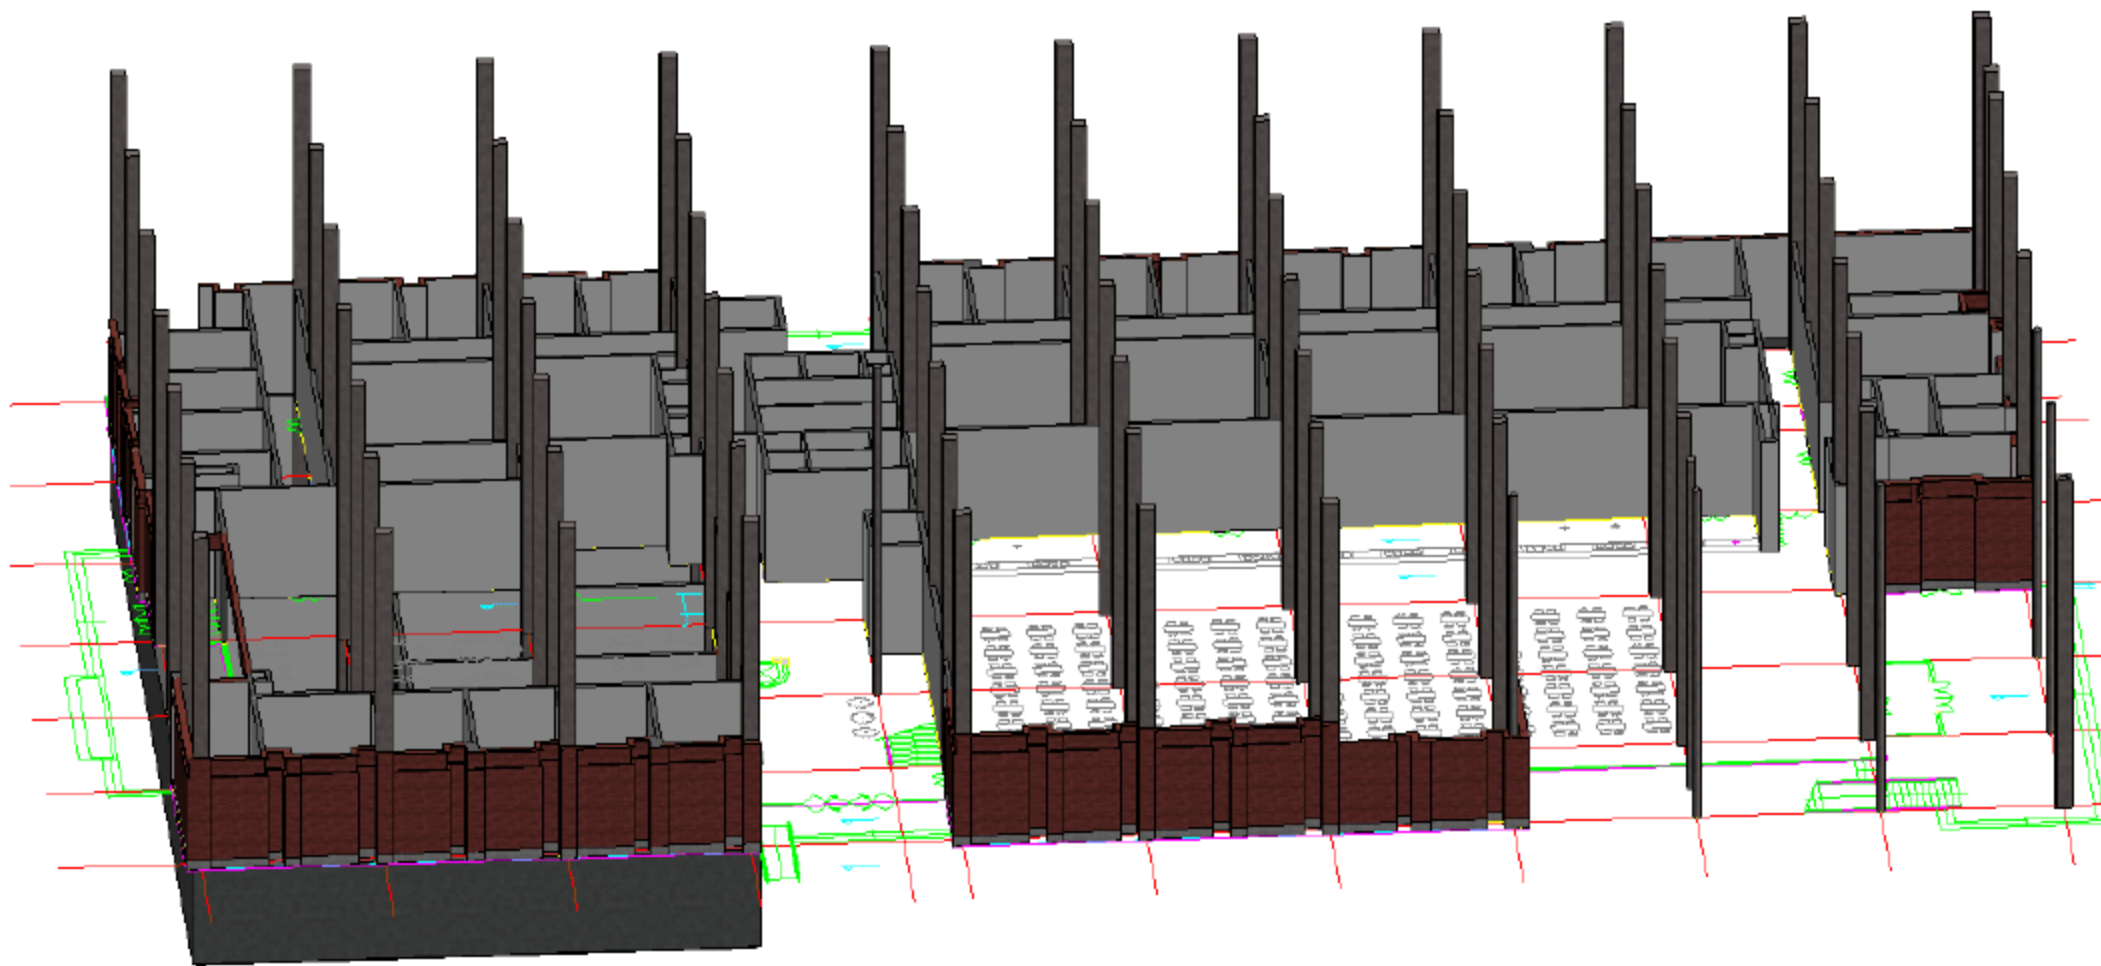

图 10.2.84 建筑柱初步完成三维视图
(4) 完成一层建筑柱的绘制。二、三层需要调整的柱子，在后面复制楼层内容中再进行调整。按快捷键 F4 进入三维视图观察模式，如图 10.2.84 所示。